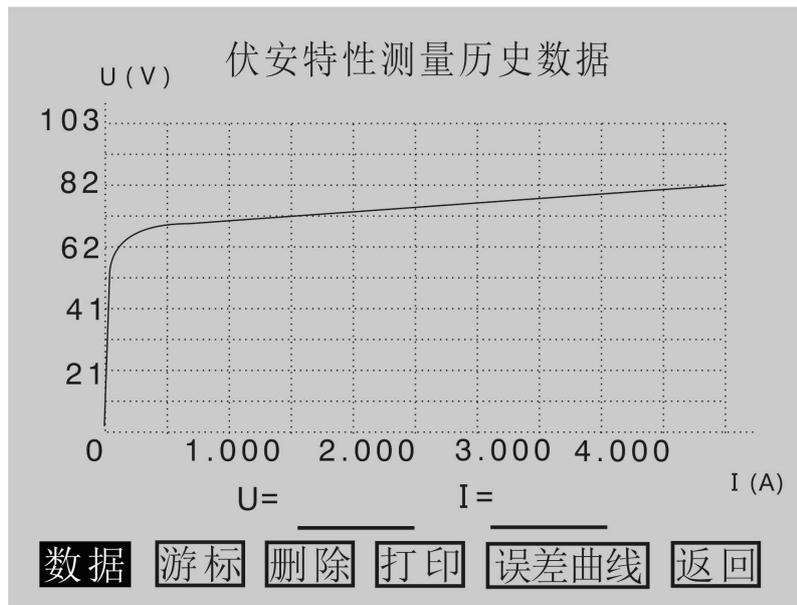

图 3.17 伏安特性测量历史数据
5. **查询**: 选定数据后, 通过旋转鼠标将光标移动至**查询**选项并按下, 将弹出伏安特性测量历史数据操作界面, 如图 3.17 所示。在伏安特性测量历史数据操作界面下, **删除**选项可删除本组历史数据; **数据**、**打印**、**误差曲线**选项的意义和操作跟伏安特性试验结果操作界面里面的对应选项相同, 用户可参考